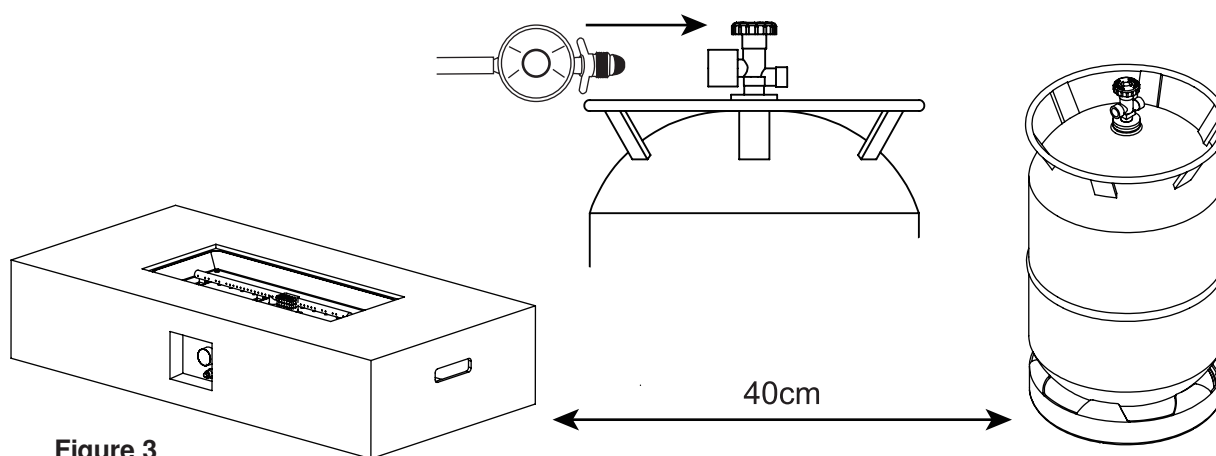

Figure 3
4. Collegare il regolatore alla valvola del serbatoio e stringere bene (vedi Figure 3).